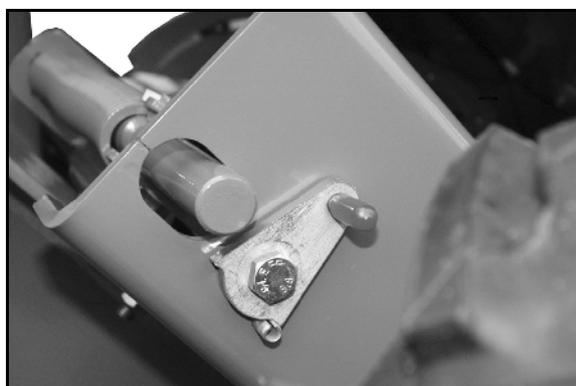

Fig. 27
3. Basculez le levier de blocage dans la position de la Fig. 27.